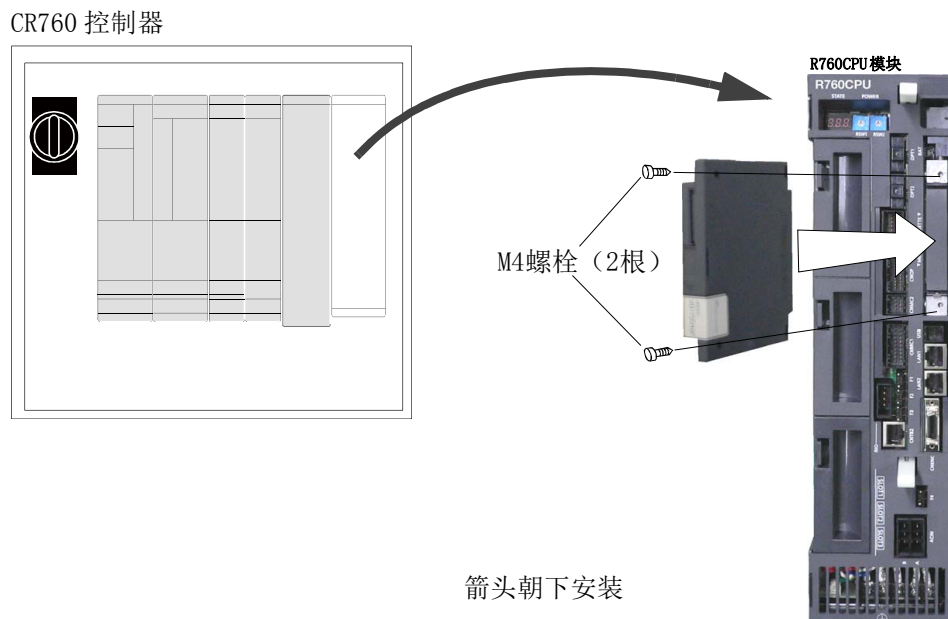

图 3-3: 安装扩展存储器盒
- 4) 扩展存储器盒按箭头（插入螺栓的面有记号）朝下的方向，用附属的固定螺栓 M4×2 根安装在如图 3-3 所示的位置上，牢靠固定。